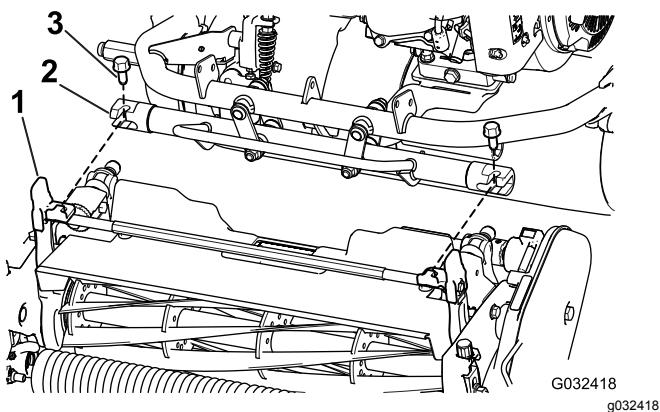

図 7
4. トラクションユニットのフレーム図7を前方に引き出してカッティングユニットのピボットアームに接続する。
5. トラクションユニットのフレームをカッティングユニットのピボットアームに固定する $\frac{3}{8} \times \frac{3}{4}$ インチのボルト2本を使用する図7。